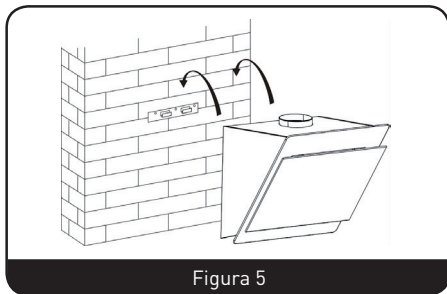

Figura 5
2. Levante la campana extractora y cuélguela de los ganchos presentes en el soporte mural. (Figura 5)